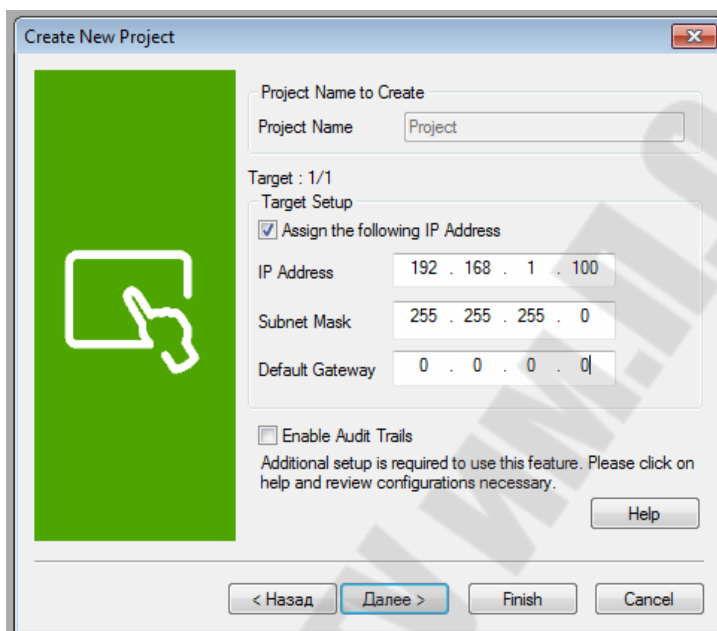

Рис. 2.3. Маска подсети
- Назначить *IP*-адрес терминала (например, 192.168.1.100), а так-же маску подсети (*Subnet Mask*) (255.255.255.0) (рис. 2.3).